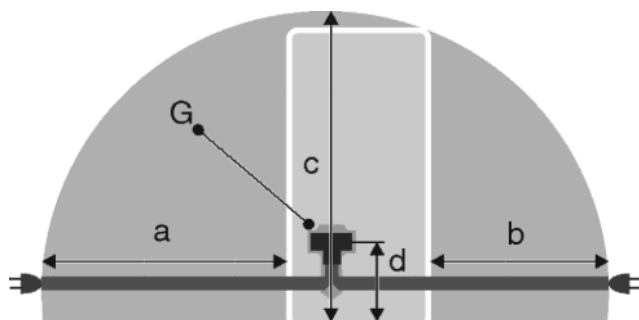

Fig. 20
- De contactdoos bevindt zich buiten het bereik van de achterzijde van het apparaat in het desbetreffende gedeelte Fig. 20 (a, b, c).
- ▶ Breng de apparaatstekker Fig. 20 (G) aan de achterzijde van het apparaat aan. Let op het correct vastklikken.